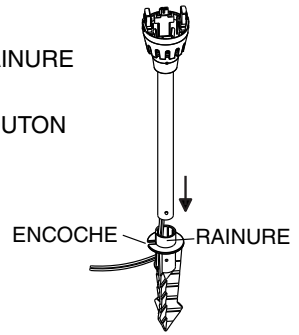

Figure 9
4. Passer toute la longueur du câble dans l'encoche du piquet. Enfoncer la tige dans le piquet, le bouton de la tige vis-à-vis de la rainure dans le piquet. Appuyer fermement jusqu'à ce qu'un clic se fasse entendre (figure 9).